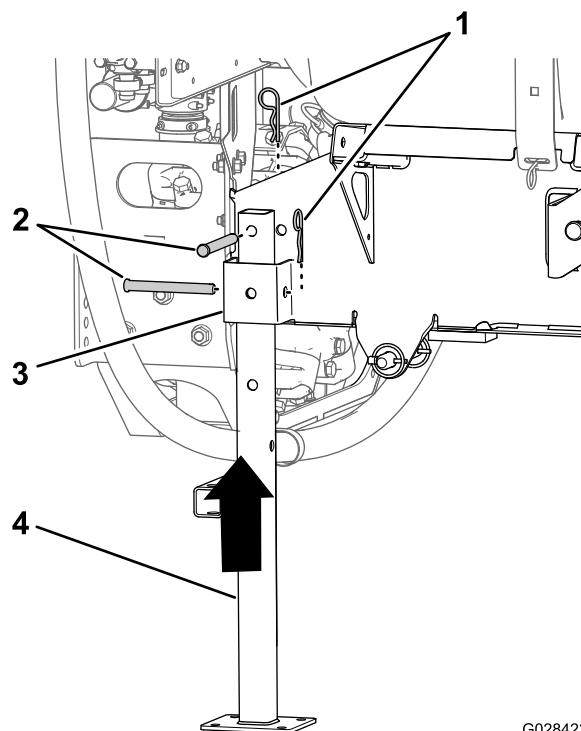

Figura 134
5. Allineare il cavalletto posteriore con la sede per il cavalletto posteriore (Figura 134).
6. Allineare il foro nella parte superiore del cavalletto con il foro sul telaio di supporto del serbatoio (Figura 134)
7. Fissate il cavalletto al ricevitore e al telaio con 2 perni con testa ($\frac{1}{2}$ " x $4\frac{1}{2}$ ") e 2 coppiglie ($\frac{5}{32}$ " x $2\frac{5}{8}$ ") come mostrato nella Figura 134.